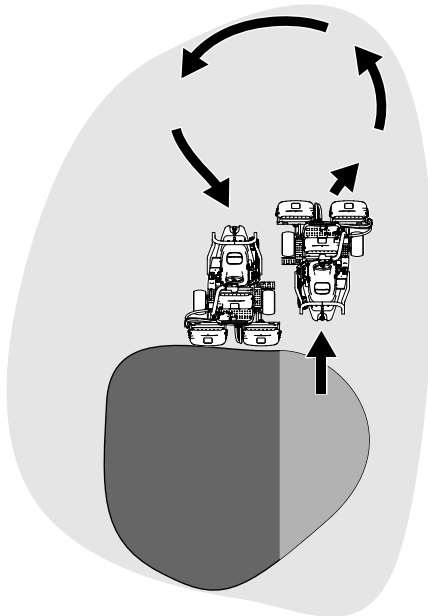

Figura 26
6. Per ridurre i tempi operativi e facilitare l'allineamento per la passata successiva, sterzate momentaneamente la macchina nella direzione opposta, quindi sterzatele nella direzione della porzione non tagliata. Questo movimento delinea una curva a goccia (Figura 26) che allinea rapidamente la macchina per la passata successiva.